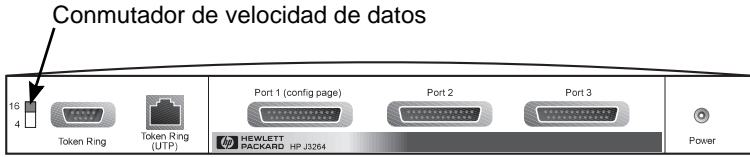

Figura 2.1 Conmutador de velocidad de datos para Token Ring establecido en 16 Mbps en el modelo J3264A
3. En el caso de un servidor de impresión Token Ring (J3264A), establezca el conmutador de velocidad de datos en el valor adecuado (4 ó 16 Mbps, figura 2.1). Para hacerlo, utilice un bolígrafo u otro objeto similar a fin de deslizar el conmutador hacia arriba (para 16 Mbps) o hacia abajo (para 4 Mbps).